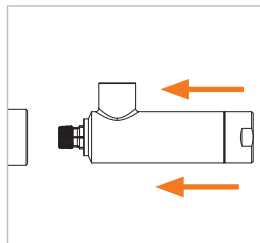

Figure 11
▶ Après avoir appliqué la pression pilote, insérez le connecteur dans l'axe dans la pièce d'essai jusqu'à ce que le joint frontal (Pos. 7) entre en contact avec la pièce d'essai (Figure 11). Le joint frontal est ainsi préservé des dommages causés par d'éventuels bords saillants de la pièce d'essai et le bon raccordement est garanti.